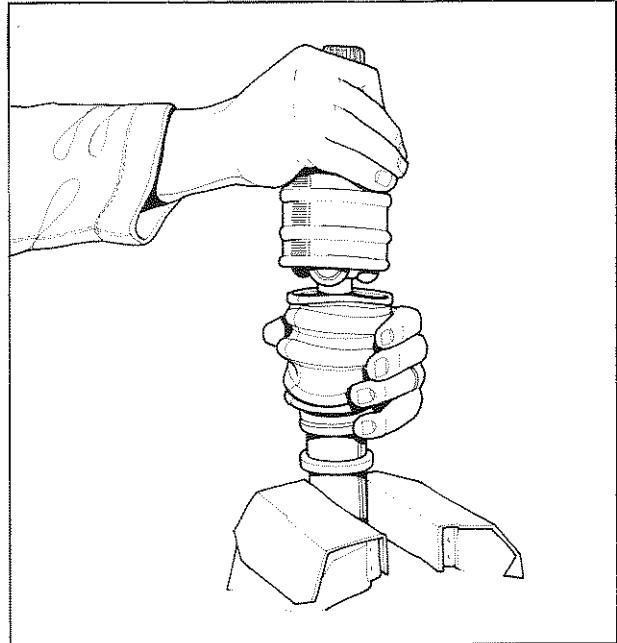

Fig. 3
- Refouler le soufflet sur l'arbre et déposer la tulipe munie de son capot en tirant celle-ci vers le haut (fig. 3).